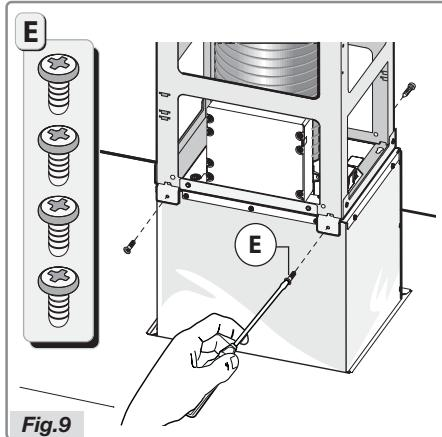

Fig.9
- Fixez le châssis **C** sur le boîtier du moteur à l'aide des 4 vis **E** (Fig.9).